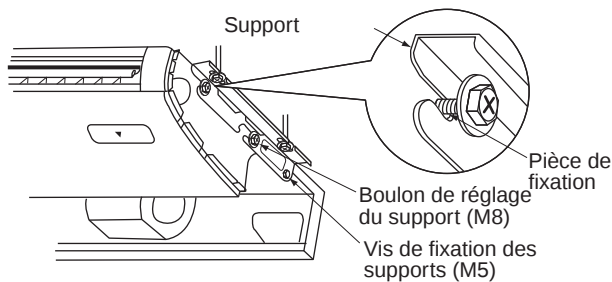

Fig. 11
(2) Soulevez le corps principal de l'unité intérieure, insérez les boulons (M8) des supports dans la pièce de fixation des supports tout en faisant coulisser le corps principal depuis l'avant. (Reportez-vous à la Fig. 11)
(3) Fixez bien les boulons des supports (M8) aux 4 points de gauche et de droite. (Reportez-vous à la Fig. 11)
(4) Remettez les vis des supports (M5) qui avaient été retirés en place aux 2 points de gauche et de droite. Cela est nécessaire afin d'éviter que le corps principal de l'unité intérieure ne glisse vers l'avant et l'arrière. (Reportez-vous à la Fig. 11)